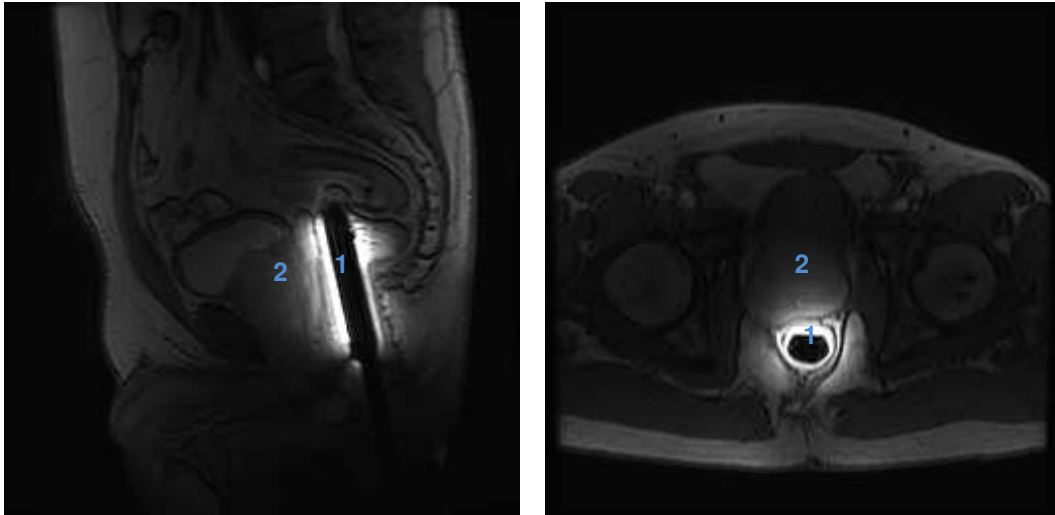

图 10: 矢状面(左)和轴向(右)窗口/水平向的体内图像定位器，确认 coil 的正确定位。 - 左侧: 矢状面视图有助于确认前列腺相对于 coil 信号覆盖的中心位置。右侧: 横截面视图有助于确认平顶(1)面向前列腺(2)，且正确对齐。
- 标签 “anterior” 朝前方(将 coil 外壳的平顶转向前列腺；见图 10)。
- 窗口/水平定位器图像，以确认 coil 的正确定位，如图 10 所示。